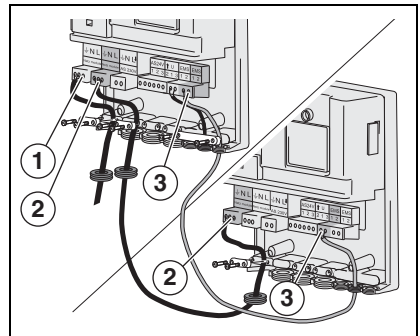

Fig. 4 Collegare due moduli, creare la connessione di rete
E' possibile collegare fra di loro diversi moduli (p.e. EM10 e VM10). Per collegare insieme due o più moduli è possibile cavallottare la connessione di rete (→ fig. 4, [2]) e la connessione EMS (→ fig. 4, [3]).
- Collegare il termostato del Logamatic RC alla connessione EMS (→ fig. 4, [3]).
- Collegare la connessione di rete 230 VAC (→ fig. 2, [1] e fig. 4, [1]).